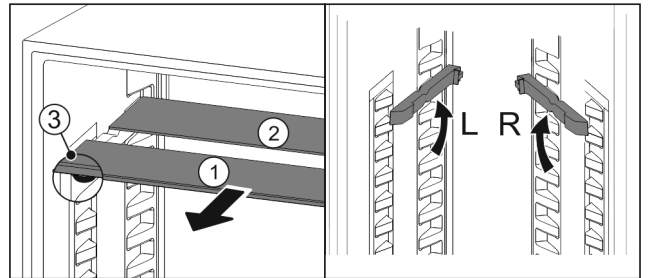

Fig. 23
- ▶ Retire las planchas de cristal individualmente hacia delante Fig. 23 (1).
- ▷ La placa de vidrio Fig. 23 (1) con moldura está situada delante.
- ▷ Los topes Fig. 23 (3) miran hacia abajo.